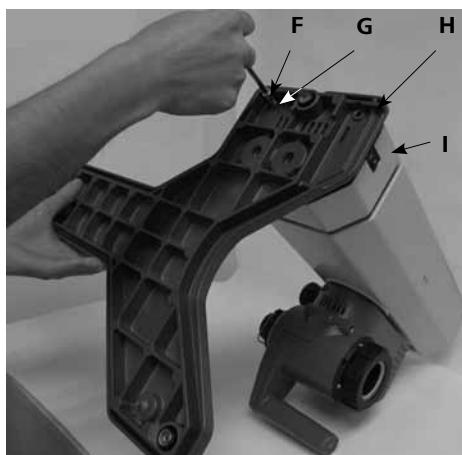

Fig. 7
1) Прикрепите основание к подъемному механизму (Fig.7)
- Установите цилиндрические M6x25 (**F**) (4 шт.) и зубчатые шайбы M6 (**G**) (4 шт.), чтобы прикрепить основание (**H**) к подъемному механизму (**I**) после распаковки упаковки. (Fig.7)